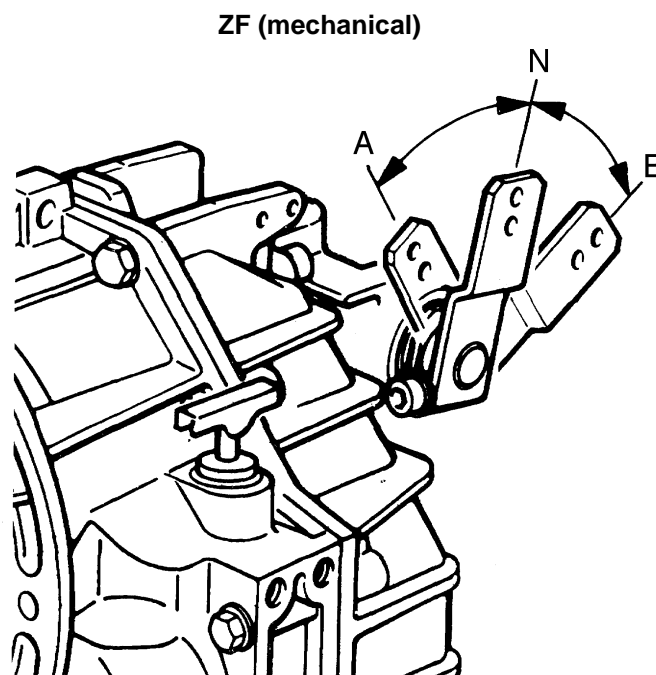

Fig. IV-1 - item 1
La trasmissione è azionata con lo spostamento della leva (figura IV-1 pos. 1) o della elettrovalvola (figura IV-1 Pos. 2).
Le changement de marche s'effectue en actionnant le die levier (figure IV-1, repère 1) ou le soupape electric (figure IV-1, repère 2).
La transmisión se acciona con el movimiento de la palanca (figura IV-1 pos. 1) o de la electroválvula (figura IV-1 Pos. 2).